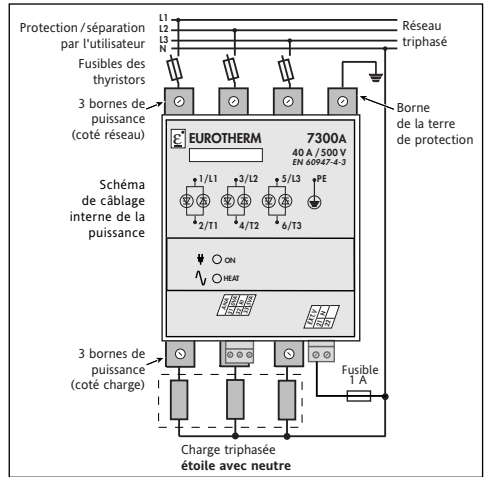

Figure 2-8 Branchement de charge triphasée en Étoile Avec Neutre (4S)
- étoile avec neutre (4 fils de raccordement, code 4S), figure 2-8